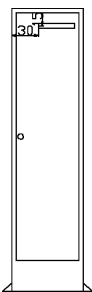

图 15-120 删除中心线、绘制矩形
(4) 单击“默认”选项卡“修改”面板中的“删除”按钮，删除中心线；再单击“默认”选项卡“绘图”面板中的“矩形”按钮，绘制一个长为 40、宽为 5 的矩形，矩形的位置尺寸如图 15-120 所示。